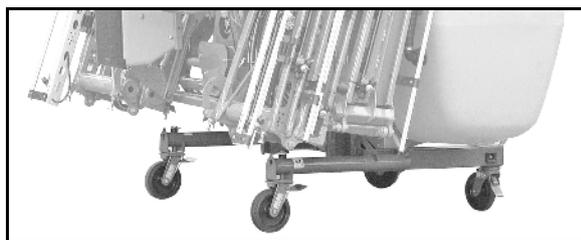

Рис. 8
- Опорные стойки слева и справа (Рис. 8) защищающие установленный на хранение агрегат от опрокидывания